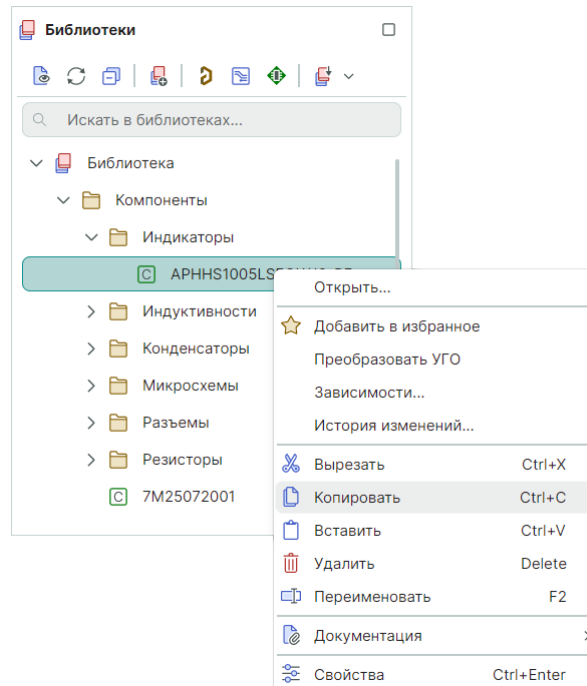

Рис. 338 Вызов функции копирования библиотечного объекта
- Вызов функции копирования осуществляется только из контекстного меню в иерархии библиотеки, см. Рис. 338.